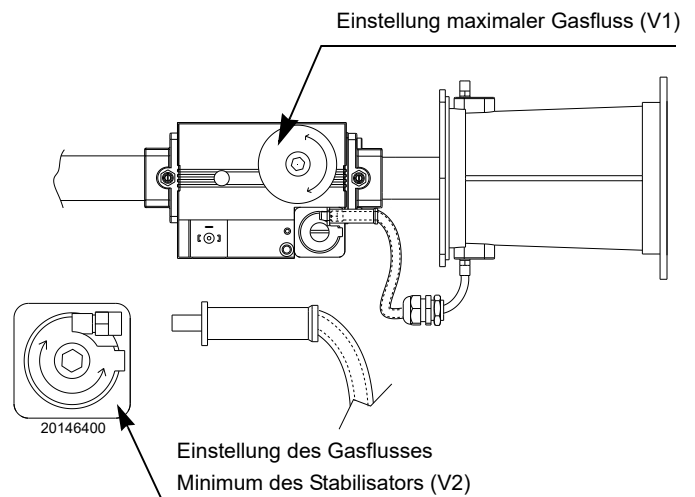

Abb. 25
- Um den Gasdurchsatz und CO₂ zu erhöhen: die Schraube V1 Richtung "+" Zeichen drehen (Abb. 25);
- um den Gasdurchsatz und das CO₂ zu verringern: die Schraube V1 Richtung "-" Zeichen drehen (Abb. 25);.
- Um den Gasdurchsatz und CO₂ zu erhöhen: die Schraube V2 Richtung "+" Zeichen drehen (Abb. 25);
- um den Gasdurchsatz und das CO₂ zu verringern: die Schraube V2 Richtung "-" Zeichen drehen (Abb. 25);.